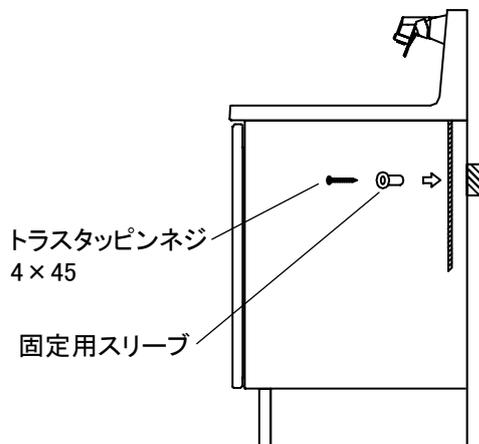

図5
(5) 下台の設置
- ③下台を所定の位置に設置してください。
④下台内部より、固定用スリーブを介してネジで下台を壁面固定してください。[図5]